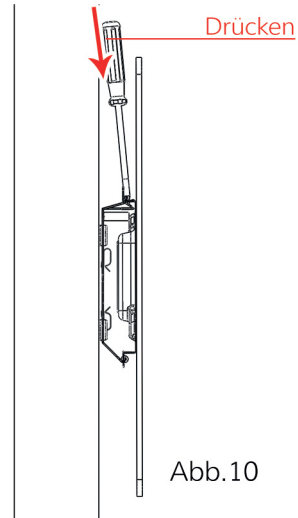

Abb.10
13. Mit einem Kreuzschraubendreher können Sie die Fixierung durch hineindrücken an der Lasche jederzeit wieder lösen. (Abb. 10)